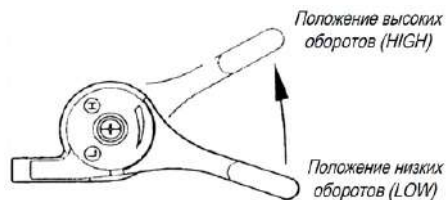

Рис. 12. Рычаг регулировки оборотов на ручке
- при выключении виброузла, переведите рычаг регулирования оборотов на ручке из положения высоких оборотов (HIGH) в положение низких оборотов (LOW) (см. рис. 12). Не перемещайте рычаг регулирования оборотов слишком медленно.
- переместите рычаг регулировки оборотов на ручке в положение низких оборотов (LOW) и дайте двигателю поработать на низких оборотах 2-3 минуты до полной остановки (см. рис. 12);
- переместите рычаг регулировки оборотов на ручке из положения низких оборотов (LOW) в положение высоких оборотов (HIGH). При достижении примерно 2300-2600 об/мин центробежная муфта войдет в зацепление. Если обороты двигателя увеличиваются слишком медленно, возможно проскальзывание муфты. Не перемещайте рычаг управления оборотами слишком медленно (см. рис. 12);